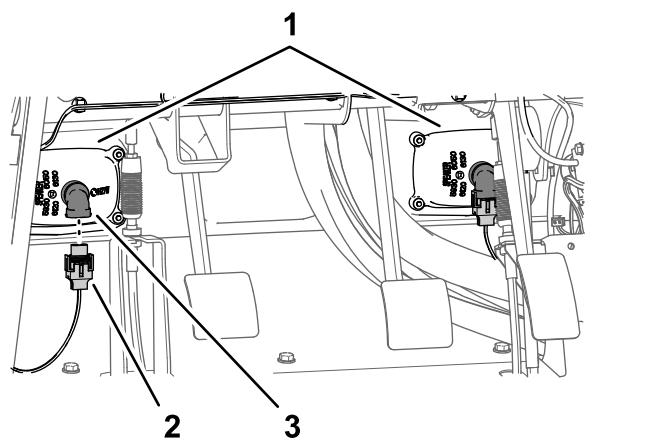

Figura 215
3. Ligue os dois conectores elétricos (duas tomadas) da cablagem da máquina dos conectores de dois pinos dos faróis esquerdo e direito (Figura 215).
1. Alinhe o resguardo do guarda-lamas interior com os tubos da estrutura esquerdo, superior e esquerdo inferior (Figura 215).